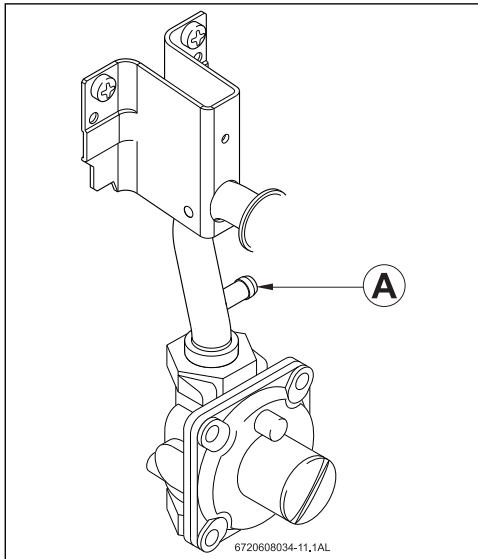

Fig. 13 Punto de medición de la presión de gas
La tubería de suministro de gas debe ser de un diámetro acorde con el código relevante para una generación máxima de 117,000 BTU por hora. Mida la longitud de la tubería de suministro de gas, y basándose en las tablas de la Fig. 13 o las tablas de tamaños del fabricante de tubería de gas, determine el diámetro necesario para dar acomodo a la demanda de generación de calor (BTU/hora) impuesta a la unidad. Si hay más aparatos de gas consumiendo gas de la misma tubería de suministro, instale ésta de un diámetro acorde con la demanda máxima de generación de calor (BTU/hora) de todos los aparatos.
- Retire la cubierta frontal y localice el punto de medición de la presión de gas en la entrada, en el lado derecho; vea la Fig. 13.